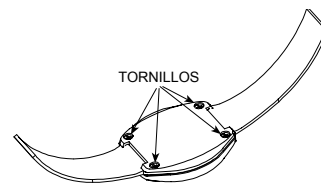

Figura 2. Cómo Abrir la Tapa
B. Afloje y retire los 4 tornillos tal y como se muestra en la Figura 2. Cuide de no perder los tornillos.